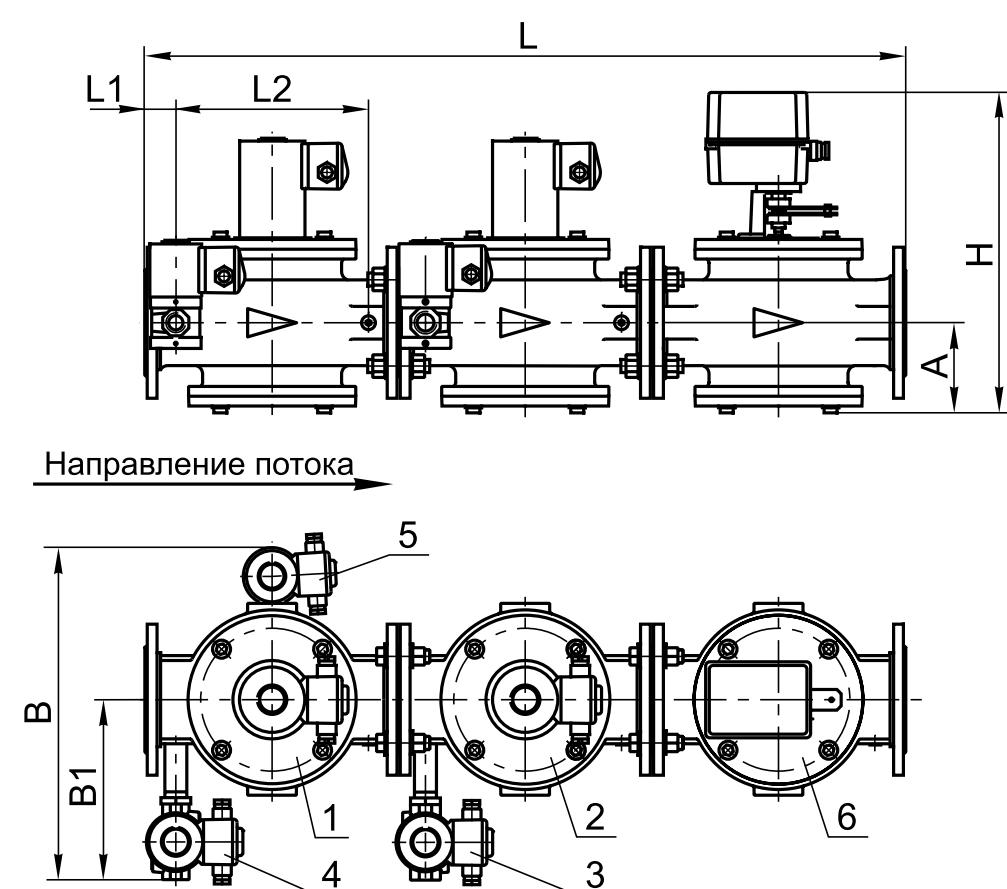
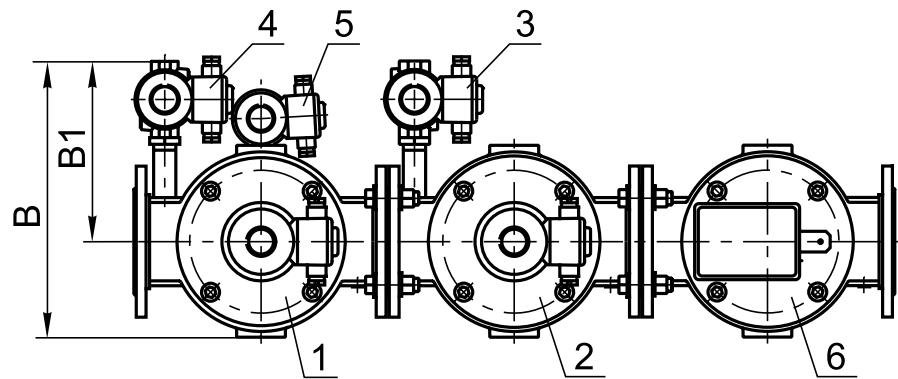

Рис. 23-57
Рис. 23-58
Блок (рис. 23-57, 23-58) состоит из следующих основных узлов и деталей:
Клапаны свечи безопасности и запальной горелки могут располагаться справа по ходу газа (рис. 23-57) или слева (рис. 23-58).
* Габаритный размер «B» (ширина) приведен для правого исполнения блоков (рис. 23-57). Для левого исполнения блоков (рис. 23-58) данный размер необходимо уменьшить на 75 мм.